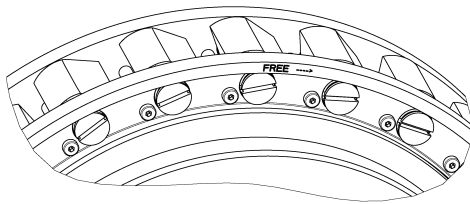

Abb. 5: Klemmkörper in „Eingriff“
- Innenring (2) inklusive Käfig (8) aus dem Außenring (1) heben, dazu geeignete Hebemittel an Hebegewinde des Innenringes anbringen.
- Innenring inklusive Käfig (8) mit FREE nach UNTEN auf Montagetisch ablegen.
- die Klemmkörper des Freilaufkäfigs mit einer Montagehilfe (O-Ring/ Kabelbinder) in Abhebestellung fixieren (siehe Abb. 5 und 6).
- die Klemmkörper des Freilaufkäfigs mit einem O-Ring/ Kabelbinder als Montagehilfe in Abhebestellung fixieren (siehe Abbildung 5 und 6).
- Innenring (2) mit Käfig (8) in Außenring (1) einsetzen bis die Hälfte des Klemmkörpers verdeckt wird.